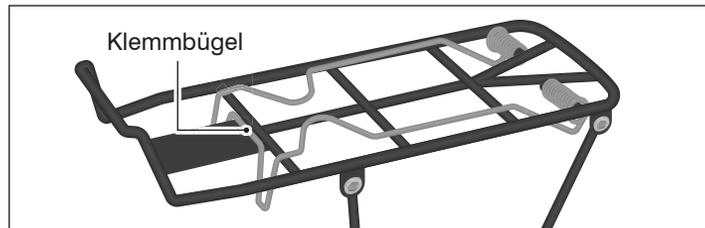

Abb.: B-12 Gepäckträger mit Klemmbügel (exemplarisch).
2. Greifen Sie den Klemmbügel und klappen Sie ihn nach oben (siehe Abb.: B-12).